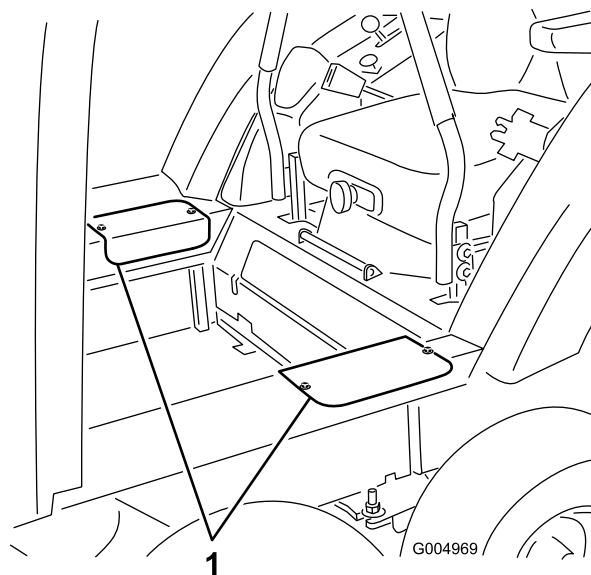

Figura 128
2. Retire los 2 tornillos que sujetan cada tapa de acceso lateral, y retire las tapas (Figura 128).